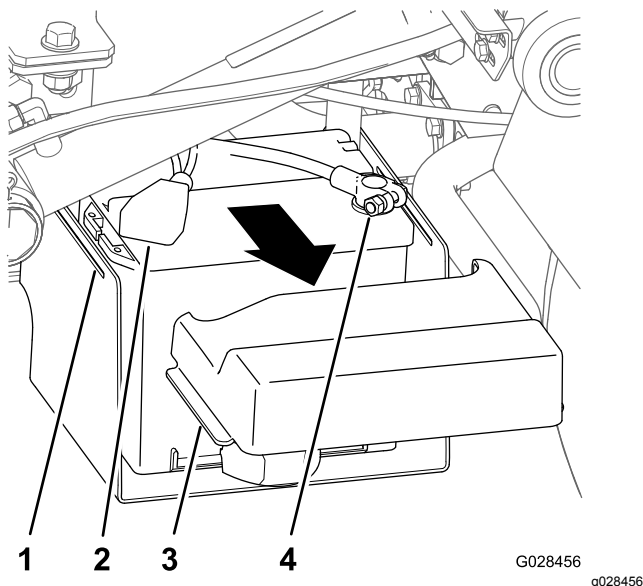

Рисунок 15
1. Сожмите с обеих сторон крышку аккумуляторной батареи, чтобы высвободить лапки из пазов в основании аккумуляторной батареи, и снимите крышку аккумуляторной батареи с основания (Рисунок 15).
2. Сдвиньте крышку назад и снимите отрицательную клемму с аккумуляторной батареи (Рисунок 15).
3. Отсоедините положительную клемму от аккумуляторной батареи (Рисунок 15).